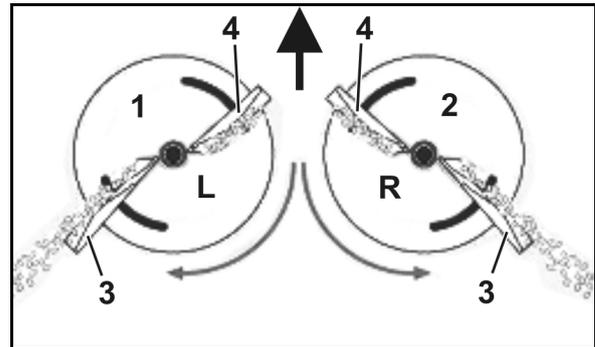

Fig. 20
- disco de dispersión izquierdo (Fig. 20/1) con la marca **L**.
- disco de dispersión derecho (Fig. 20/2) con la marca **R**.
- Larga (Fig. 20/3) – Escala de ajuste con valores del 35 al 55.
- Corta (Fig. 20/4) – Escala de ajuste con valores del 5 al 28.